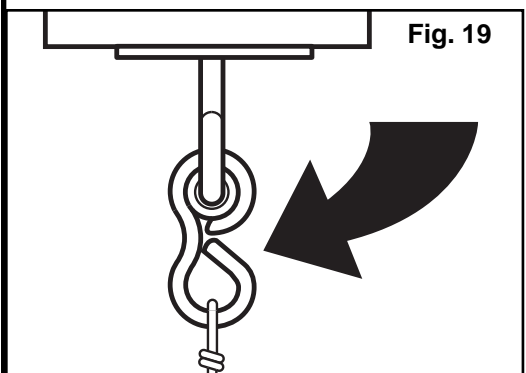

Fig. 19
3. Hang the chains from the nylon bushing swing hangers. Crimp the hook opening closed with a pliers to secure the chains to the swing hangers (Fig. 19). Make sure all connections are tightly crimped and secure before using swing seat.
4. Hang the chains from the nylon bushing swing hangers. Crimp the hook opening closed with a pliers to secure the chains to the swing hangers (Fig. 19). Make sure all connections are tightly crimped and secure before using Trapeze Bar.
3. Cuelgue las cadenas de los colgaderos del columpio con empaques de nailon. Apriete la abertura de los ganchos con alicates para asegurar las cadenas a los colgaderos del columpio (Fig. 19). Asegúrese de que todas las conexiones estén bien apretadas y ajustadas antes de usar el asiento del columpio
4. Cuelgue las cadenas de los colgaderos del columpio con empaques de nailon. Cierre a presión la abertura de los ganchos con un alicate para asegurar las cadenas a los colgaderos del columpio (Fig. 19). Asegúrese de que todas las conexiones estén bien cerradas a presión y seguras antes de usar los Trapeze Bar.
3. Suspendez les chaînes aux supports de balançoire à douilles de nylon. Pliez le crochet à l'aide d'une pince pour fixer les chaînes aux supports de balançoire (fig. 19). Assurez-vous que tous les raccords soient bien refermés et fixés avant d'utiliser le siège de la balançoire.
4. Suspendre les chaînes aux supports de balançoire à douilles de nylon. Pliez le crochet à l'aide d'une pince pour fixer les chaînes aux supports de balançoire (Fig. 19). Assurez-vous que tous les raccords sont bien refermés et en place avant d'utiliser le Trapeze Bar.